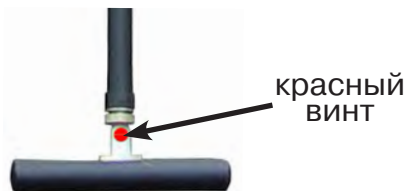

Рис.8.4
По направлению «стрелки» можно отличить «свой» сигнал от «чужого», поскольку направление тока в «своей» коммуникации противоположно «перенаведенным» токам, протекающим по «чужим» коммуникациям. Направление сигнала - вперед (↑) является условным понятием и «назначается» оператором для данного положения датчика относительно данной трассы, которое фиксируется оператором по метке в виде красного винта (рис.8.4), расположенной на одной из сторон датчика ЭМД-247.
4. «Назначение» производится нажатием кнопки **f** при расположении датчика точно над «выделенной» коммуникацией, считающейся «своей». После этого указатель направления сигнала приобретает вид - (↓). При переходе на «чужую» коммуникацию с другим «направлением сигнала» (или при изменении положения датчика на «обратное») прозвучит уведомление и стрелка покажет «направление сигнала - назад (↓)» (рис.8.4)